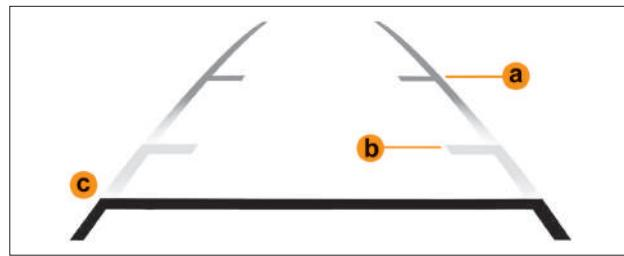

Рис. 5.14.1. Парковочный коридор камеры заднего вида (в вариантом исполнении)
**Изображение статических парковочных линий (рис. 5.14.1):**